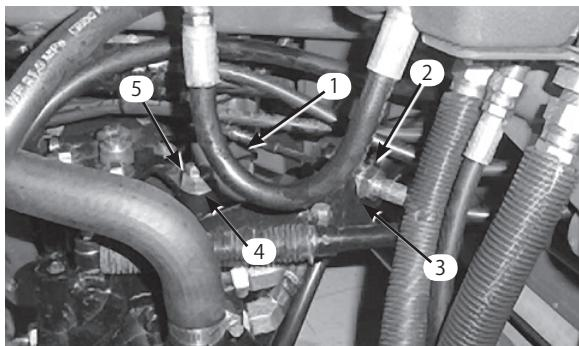

図51
- A 走行ケーブルを油圧トランスミッションのバルクヘッドに取り付けているジャムナット(図51)を両方ともゆるめる。ジャムナットは調整ができるよう十分に、また均等にゆるめること。
注:偏芯ナットをトランスミッション上部に止めているナット(図51)をゆるめてください。
- C. どちらにも車輪が回らないように偏芯ナットを回して調整する。調整ができるたら固定ナットを締めます(図51)。スロットルSLOW およびFAST 位置で調整が正しいことを確認する。
- D. バルクヘッドのそれぞれの側から、ロックナットを均等にしめて、ケーブルを固定する(図51)。このときケーブルをねじらないように注意する。